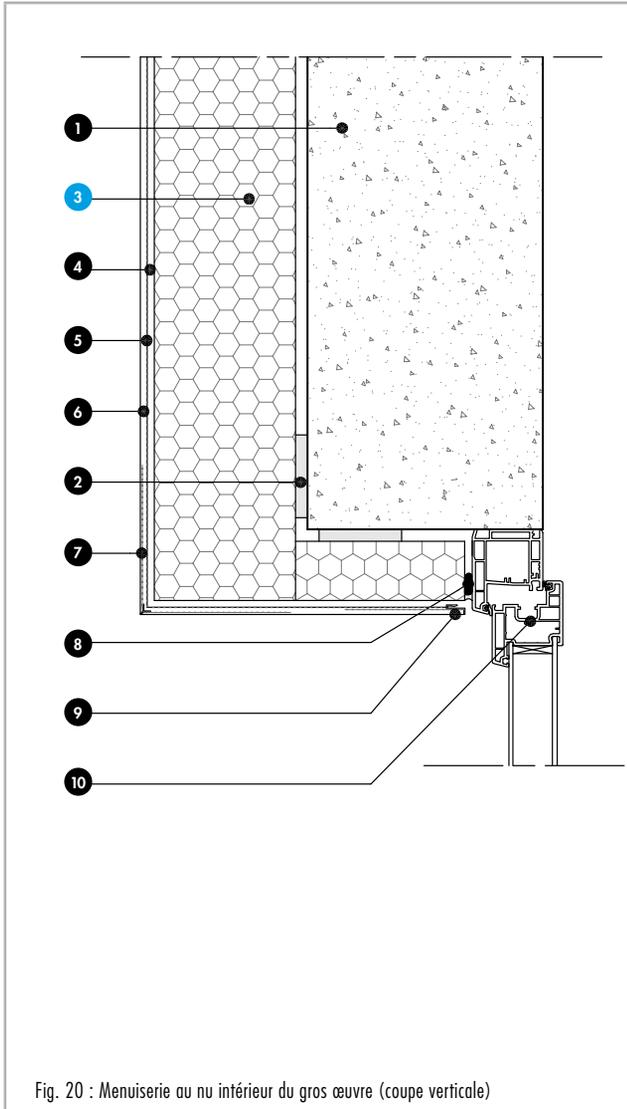

Fig. 20 : Menuiserie au nu intérieur du gros œuvre (coupe verticale)
**Nomenclature de la figure 20**